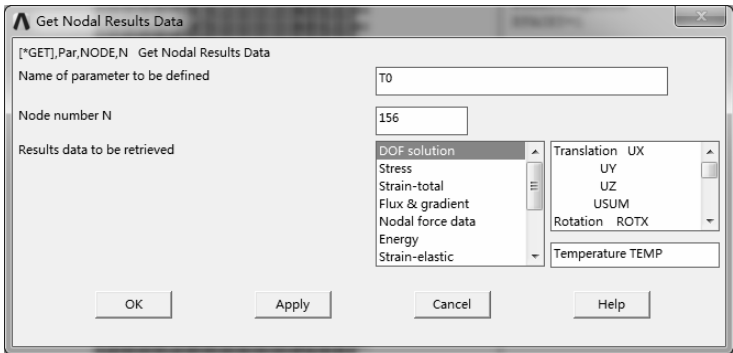

图 8-43 “Get Data for Selected Entity Set” 对话框
4) 单击 “OK” 按钮，弹出 “Get Data for Selected Entity Set” 对话框，在 “Name of parameter to be defined” 文本框中输入 T0，在 “number N” 文本框中输入 156，单击 “OK” 按钮完成，如图 8-43 所示。